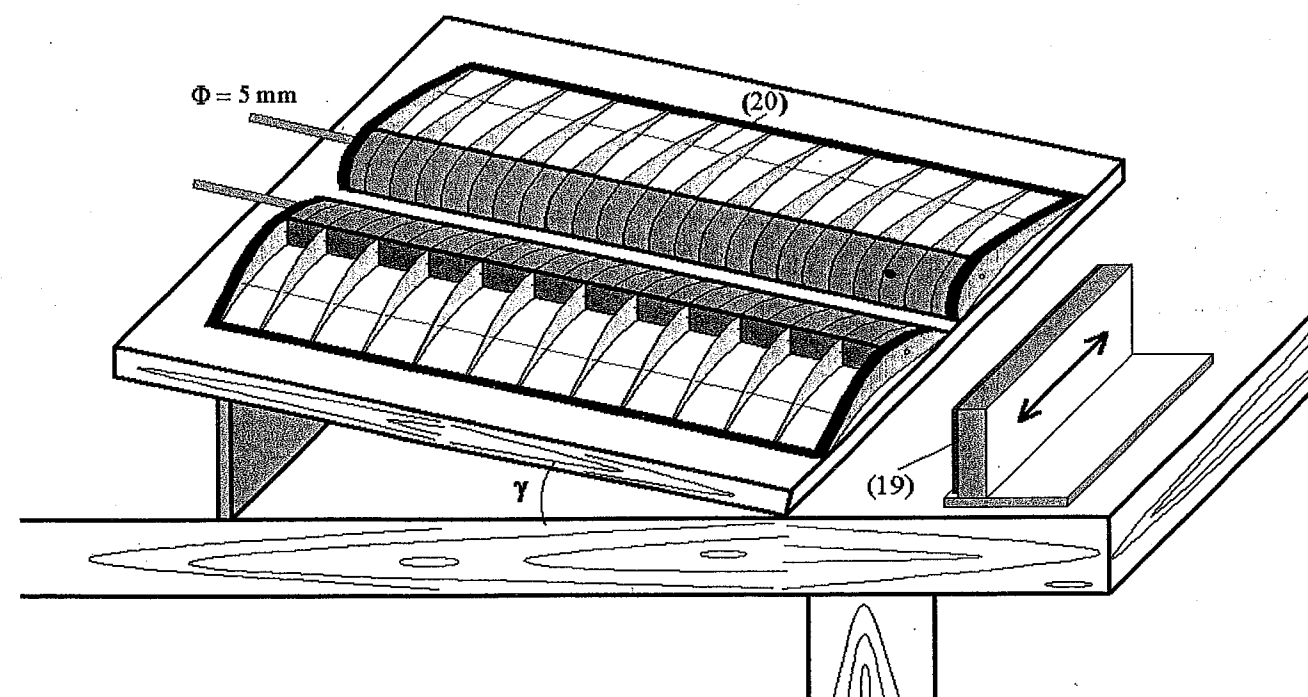

Figure 10. Slant Machining across Junction Area
Pour poncer les nervures de jonction au raccord de dièdre, il faut une plaque de montage placée sur une table, fig. 10. La plaque est relevée d'un angle égal à la moitié de l'angle du dièdre. Le papier de verre (19) est collé à un chariot spécial. Bien vérifier l'équerre pour les panneaux et le chariot.